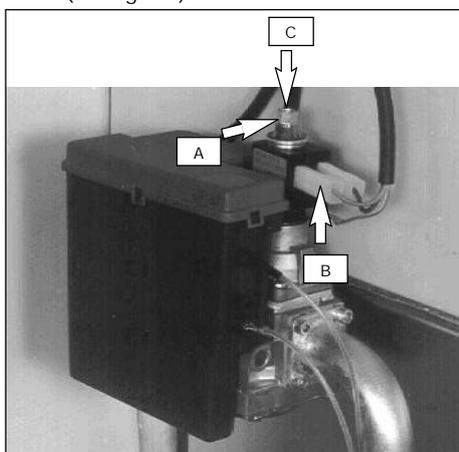

fig. 5.5
- 9 Per regolare la pressione togliete il cappuccio di protezione del regolatore di pressione ed agite con una chiave apposita sul dado esterno (A in fig. 5.5).
- 11 Scollegare il filo (B in fig. 5.5)
- 14 Per regolare la pressione agite con un cacciavite appropriato sulla vite (C in fig. 5.5).
18 Ricollegare il filo (B in fig. 5.5)